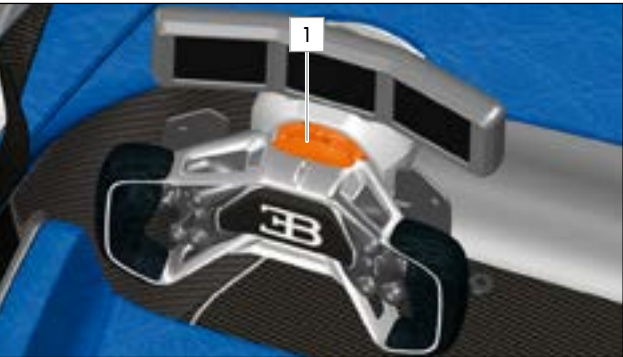

ABB.56 SCHNELLENTRIEGELUNG DES LENKRADS
Um den Ein- und Ausstieg zu erleichtern, kann das Lenkrad mithilfe der Schnellentriegelung 1 (» Abb.56) abgenommen werden.
- ▶ Ziehen Sie den orangefarbenen Ring 1 (» Abb.56) zu sich, um das Lenkrad von der Lenksäule abzunehmen.
- ▶ Um es wieder zu installieren, ziehen Sie Ring 1 (» Abb.56) erneut und richten das Lenkrad mit der Hauptverzahnung der Lenksäule aus. Schieben Sie es dann auf die Lenksäule und lassen Sie den Ring los.